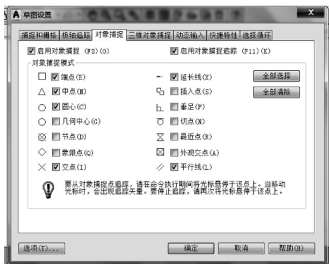

图 2.82 勾选【中点】捕捉复选框
- (3) 右击状态栏上的【对象捕捉】按钮，在弹出的快捷菜单中选择【对象捕捉设置】，则弹出【草图设置】对话框。勾选【中点】捕捉复选框，如图2.82所示。